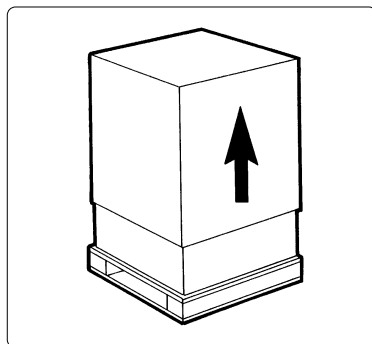

Fig. 1
a) Libérez l'appareil de son emballage et ensuite, tirez celui-ci vers le haut (voir la fig. 1).